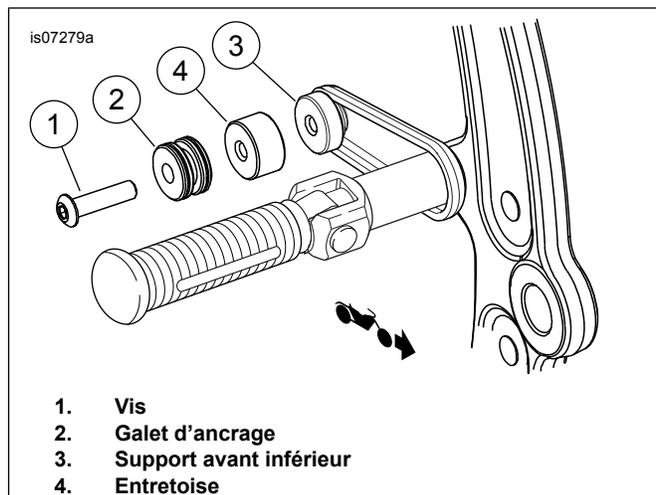

Figure 6. Galet d'ancrage inférieur avant (avec d'autres accessoires amovibles)
1. Voir Figure 6. Installer l'ensemble de support de sacoche inférieur avant (3).
2. Installer le mini galet d'ancrage (2) et l'entretoise (4) sur la vis (1).
4. Installer la vis (1) dans le trou fileté du support inférieur avant (3). Serrer la vis à un couple de 16,3–24,4 N·m (12–18 ft·lbs).